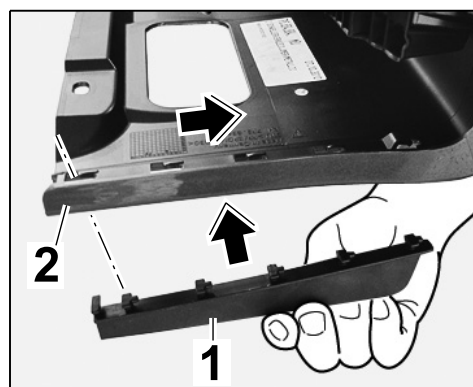

Рис. 11
- 6.2 Вставить спойлер ⇒ *Рис. 11 -1-* в новую накладку порога ⇒ *Рис. 11 -2-* и защелкнуть его.